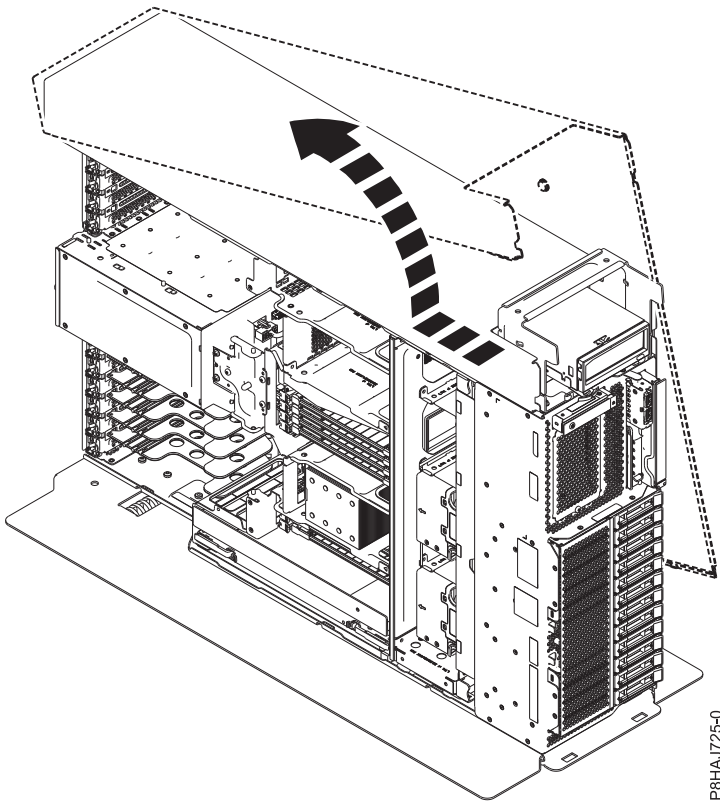

図 33. 8286-41A のサイド・カバーの取り外し
5. サイド・カバーを、図 33 に示されている方向へスライドさせて、システムから外します。